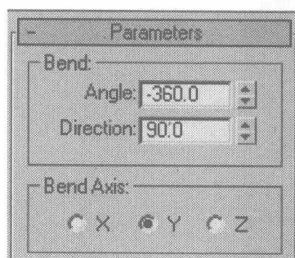
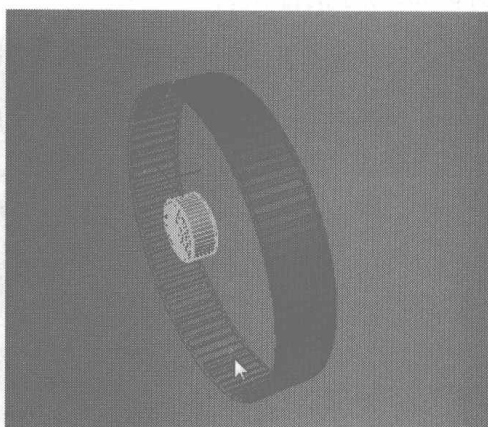

图 6.399
图 6.400
- 28** 选择制作的焦距圈物体，在 Modifier List 选项栏中选择 Bend 命令，在 Parameters 卷展栏中设置参数，如图 6.399 所示，此时效果如图 6.400 所示。